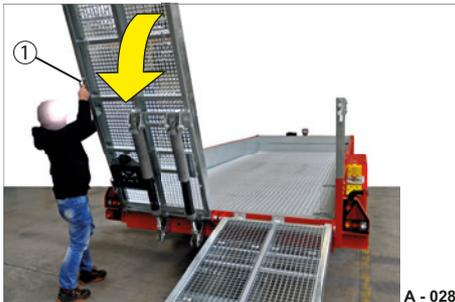

Abb. 30 Auffahrrampe ablassen
- ▶ Greifen Sie am Griff (Abb. 30/1) und ziehen Sie die Auffahrampen, einzeln nacheinander herunter.